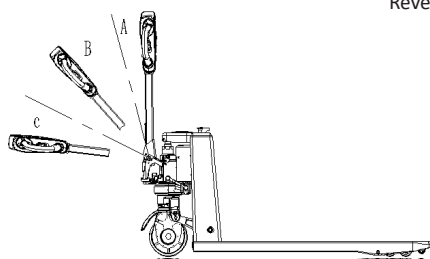

Fig. 9
1. Rotiți mânerul la secțiunea de deplasare. (Fig. 9)
- Rotiți rapid mânerul la A sau C pentru frânarea de urgență (Fig. 9). Frâna va bloca roata și unitatea se va opri din mișcare.